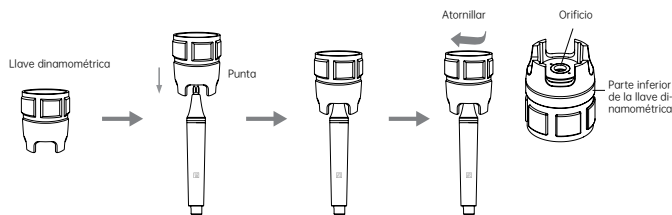

Imagen 3
- Coloque la punta en la llave dinamoétrica y móntela o desmóntela como se muestra en la imagen 3.
- Seleccione la punta adecuada según la necesidad y ajústela con la llave (ver Imagen 3). Elija la potencia adecuada para cada tipo de punta (consulte la "TABLA DE POTENCIA DE FUNCIONAMIENTO DE LAS PUNTAS").